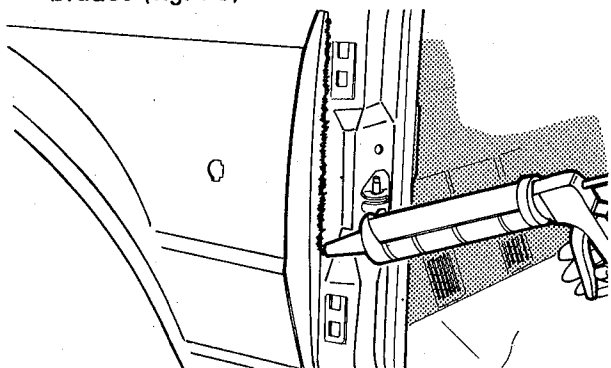

fig. 76
9. Lixar a solda e aplicar vedador de flanges dobrados (fig. 76)